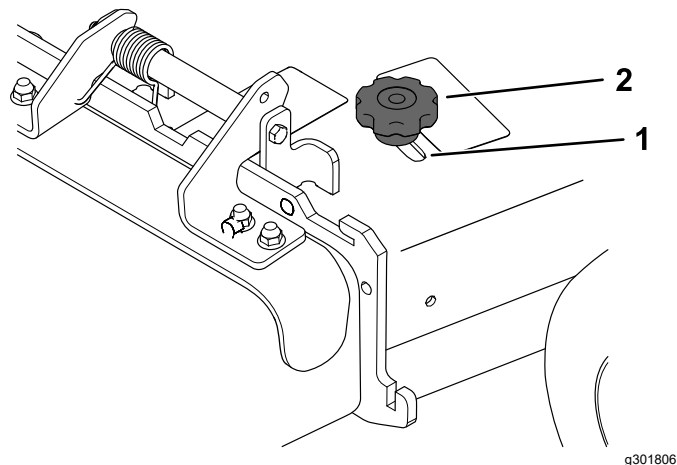

Figure 22
3. Pour régler le déflecteur, desserrez le bouton (Figure 22).